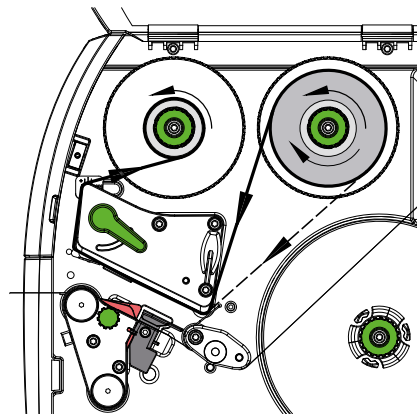

Figure 14 Défilement du ruban transfert
2. Tourner le levier (6) dans le sens inverse des aiguilles d'une montre pour soulever la tête d'impression.
3. Pousser le rouleau de ruban (1) sur le dérouleur (2), de manière à ce que la partie encree du ruban pointe vers le bas lors du déroulement.
4. Positionner le rouleau (1) sur le dérouleur afin que les deux extrémités du rouleau soient à des valeurs identiques sur l'échelle.
5. Maintenir le rouleau de ruban (1) et tourner le bouton de réglage sur le dérouleur (3) dans le sens inverse des aiguilles d'une montre jusqu'à ce que le rouleau soit fixé.
6. Pousser un mandrin approprié (4) sur l'enrouleur de ruban (5) et le fixer de la même manière.
7. Guider le ruban à travers le mécanisme d'impression comme décrit sur la Figure 14.
8. Fixer le début de ruban avec une bande collante sur le mandrin (4). Respecter le sens de rotation, à l'inverse des aiguilles d'une montre, de l'enrouleur de ruban transfert.
9. Tourner l'enrouleur (5) dans le sens inverse des aiguilles d'une montre pour lisser le ruban transfert.
10. Tourner le levier (6) dans le sens des aiguilles d'une montre pour verrouiller la tête d'impression.